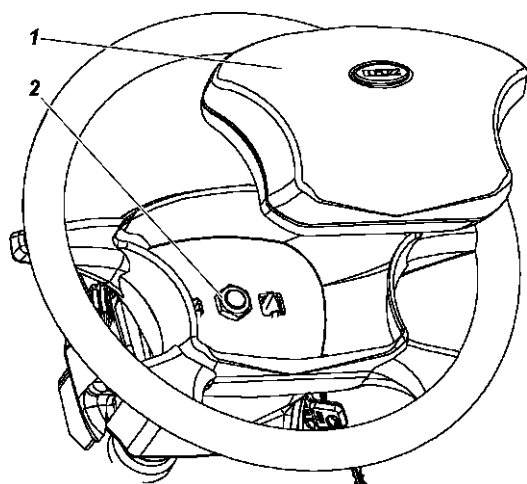

Рис. 12.3. Снятие рулевого колеса
1. Снимите выключатель 1 (рис. 12.3) сигнала.